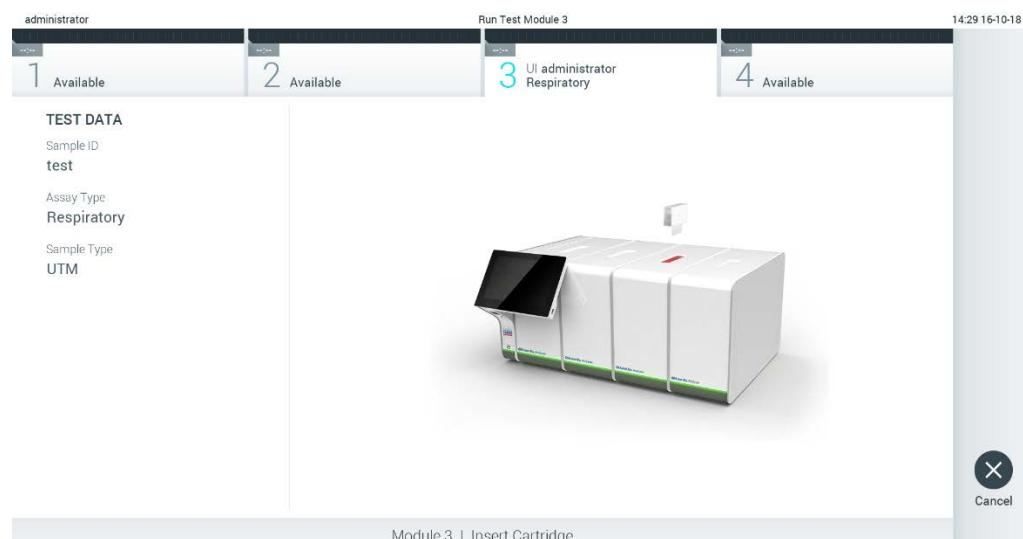

Figura 27. Introducerea cartușului de test QIAstat-Dx în QIAstat-Dx Analyzer 1.0.
- Asigurați-vă că ambele capace ale probelor aferente orificiului pentru tampon și orificiului principal din cartușul de test QIAstat-Dx sunt bine închise. Atunci când se deschide automat orificiul de introducere a cartușului, din partea de sus a QIAstat-Dx Analyzer 1.0, introduceți cartușul de test QIAstat-Dx cu codul de bare îndreptat către stânga și cu camerele de reacție orientate în jos (Figura 27).